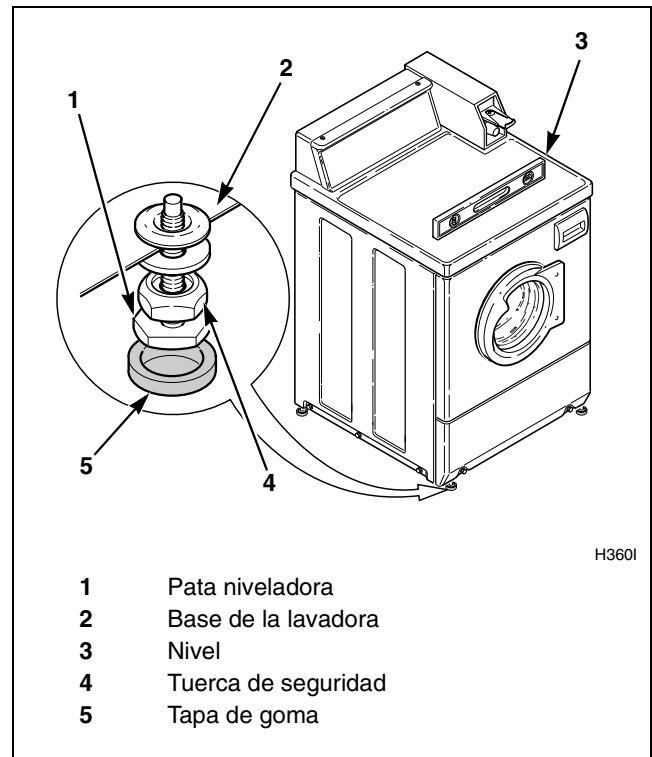

Figura 8
**NOTA: El nivel deberá colocarse sobre la posición elevada del panel superior. Consulte la Figura 8.**